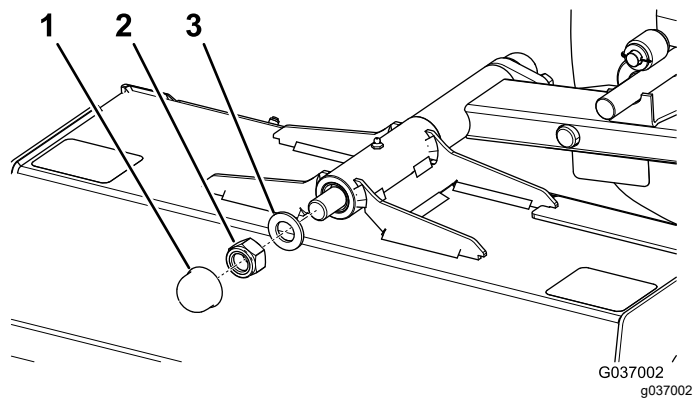

Figura 76
4. Rimuovete il coperchio e il dado (M24) e la rondella dall'albero di articolazione (Figura 76).
5. Montate la rondella e il dado di bloccaggio (M24) e serrate il dado di bloccaggio (Figura 76).